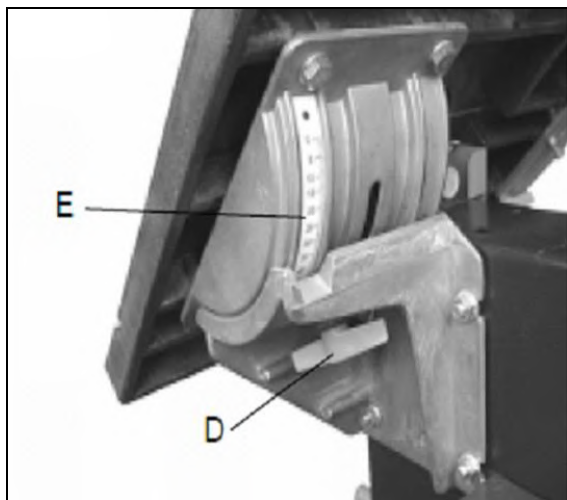

Fig 31
Løsn fingermøtrikken (D, Fig 31) på det nedre leje, og tilt derefter bordet til den ønskede vinkel ved hjælp af linealen (E).